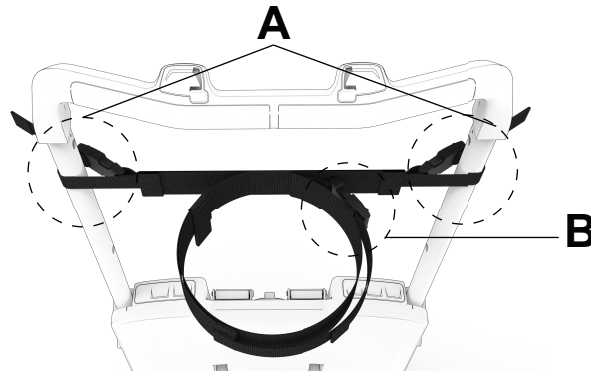

图 30 – 连接旁开扣
1. 将约束带缠绕在抓杆上，并连接旁开扣（A）（图 30）。
5. 将约束带缠绕在患者头部并连接旁开扣（B）（图 30）。